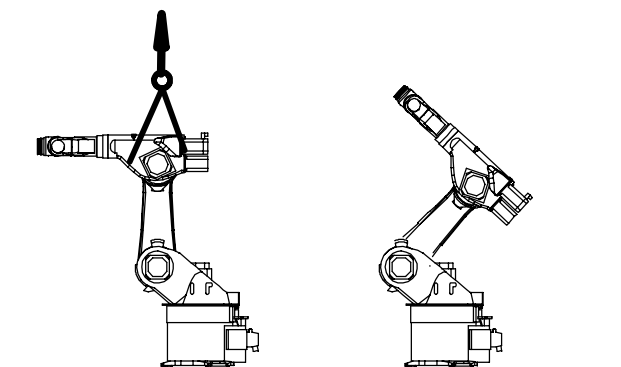

Fig. 92 Blocage de l'épaule (schéma)
Si encore possible, l'épaule doit être amenée en position verticale et le bras en position horizontale ou amener l'épaule dans une position stable à la butée (+) (Fig. 92). Le bras peut se trouver dans une position quelconque.
- (2) Bloquer l'épaule de manière appropriée, par ex. avec un dispositif de levage ou une cale par le bas (Fig. 92).